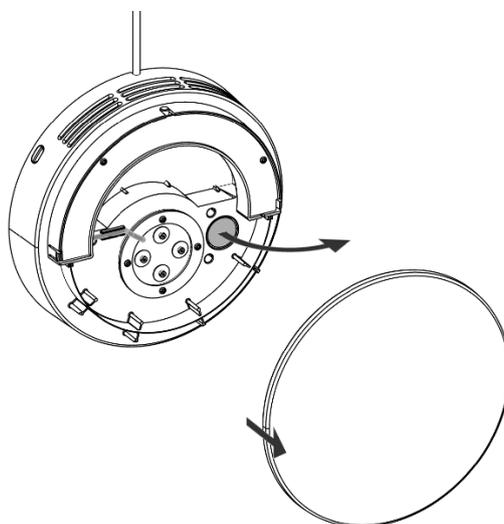

Figure 9 - Sac en plastique permettant de recouvrir la centrale
2. Ôtez le couvercle intérieur et sortez le sac en plastique. Celui-ci est rangé dans une petite cavité située sur la droite (voir Figure 9 ci-dessous).